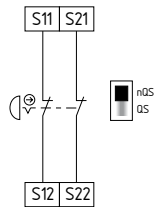

Fig. 10
**Circuito de parada de emergência de dois canais com dispositivos de comando conforme EN ISO 13850 e EN 60947-5-5 (ver Fig. 10)**